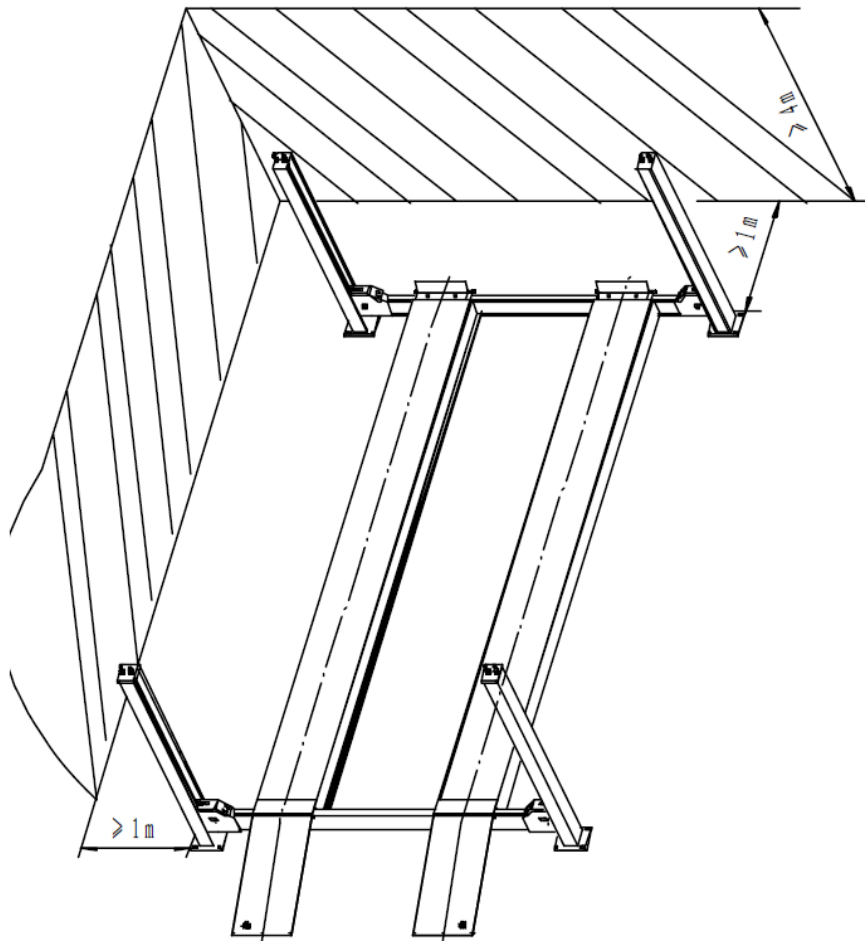

Fig 5
- 全車両に対応させるため、リフトの前方と後方に、十分なスペースを確保します(図 5)。